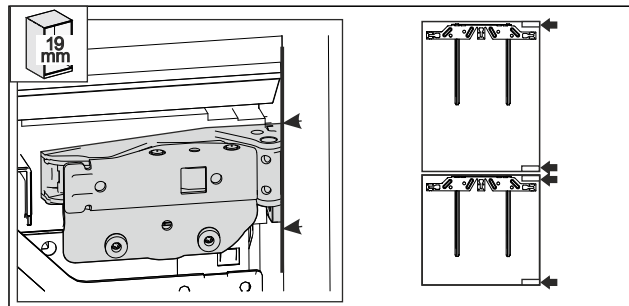

Fig. 56
- Stěna nábytku o tloušťce 19 mm: přední hrana závěsů je zarovnána s přední stranou boční stěny nábytku. Fig. 56 ()